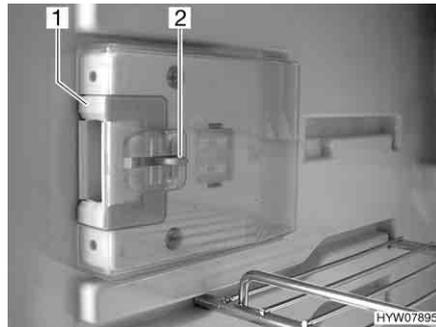
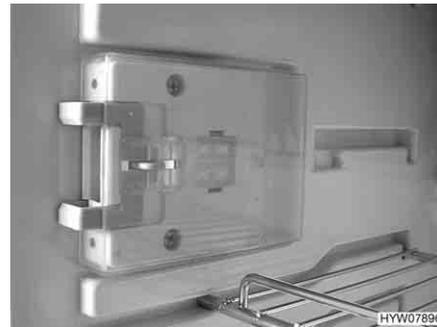

Fig. 160 Dispositif de fermeture (position normale)
Fig. 161 Dispositif de fermeture (position de ventilation)
- Presser le bouton de déverrouillage (Fig. 160,2).
- Pousser le dispositif de fermeture (Fig. 160,1) vers l'avant (Fig. 161).